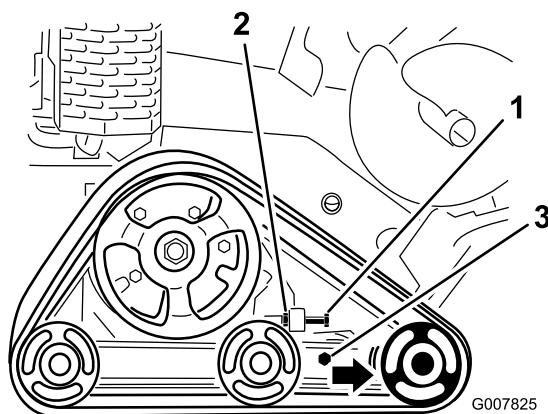

図 56
3. クローラのテンションボルトとテンションアームのクランプボルトのジャムナットをゆるめる **図 56**。
4. テンションボルトを 32.5-40 N·m (3.3-4.2 kg·m = 24-30 ft·lb) にトルク締めする **図 56**。
4. テンションボルトとジャムナットをゆるめる 図 56。
5. クランプボルトをゆるめる 図 56。